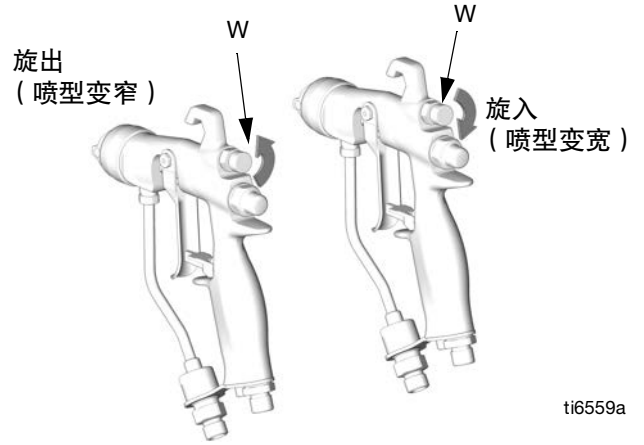

图 6. 喷型空气调节
- 参见图6。一直顺时针(in)旋转旋钮(W)隔离模式调节空气。如此可将喷枪调到最宽。
参见图6。对于较窄的模式，逆时针(out)旋转模式调节阀旋钮(W)。如果仍不够窄，略微增加喷枪空气压力或使用尺寸不同的喷嘴。